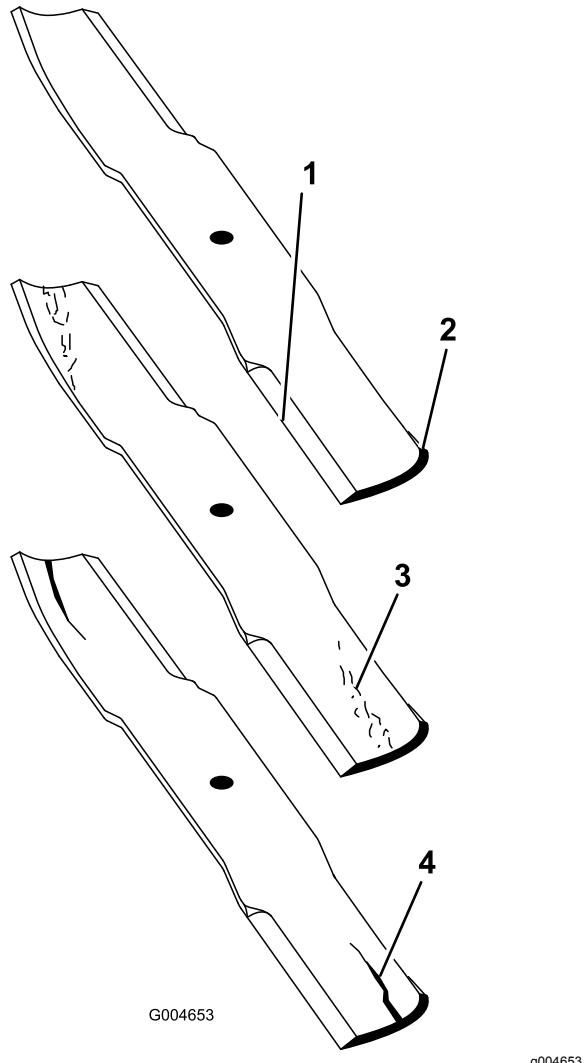

Figura 125
- Verificate accuratamente i taglienti, con particolare attenzione ai punti d'incontro delle sezioni piatta e curva della lama (Figura 125).
Nota: Sabbia e materiali abrasivi possono consumare il metallo che connette le sezioni piatta e curva della lama, per cui si consiglia di controllare la lama prima di usare la macchina. Se notate tracce di usura, (Figura 125), sostituite la lama.